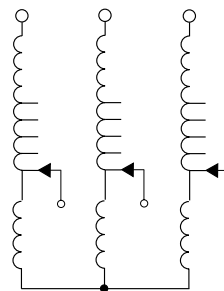

Рис. 30. Автотрансформатор (T)
- автотрансформатора (см. рис. 30).